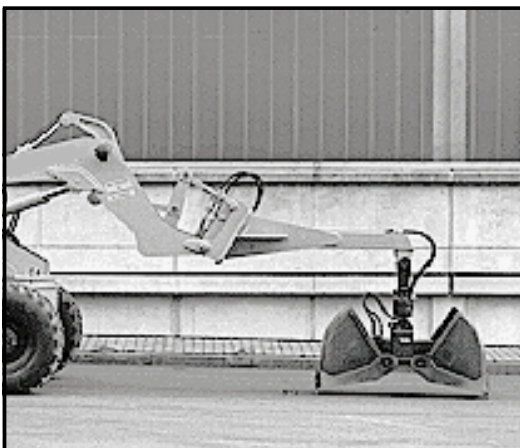

Bild 6-16
- Bild 6-16 zeigt das Gerät mit Greifer in weitester Auslage beim Bodenanschnitt.
- La figure 6-16 montre la machine avec benne-preneuse dans la position de portée la plus longue, avec les arêtes sur le sol.
- Afbeelding 6-16 toont de machine met grijpers in de het meest naar buiten gezwenkte positie bij het graven in de bodem.